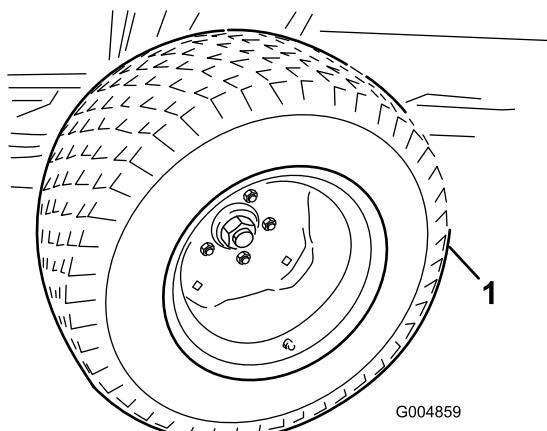

Bild 109
31. Wenn der Winterrahmen am Hinterrahmen anliegt, heben Sie den Wagenheber so weit an, dass Sie die Sommerreifen entfernen können (**Bild 109**).